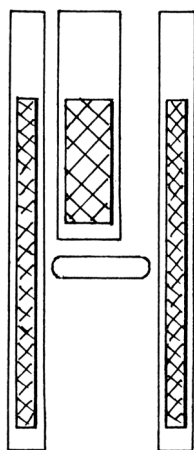

Рис. 11
При максимальной длине стежка движение транспортера должно начинаться как можно ближе к точке прокола иглы (рис. 11).
- Слегка ослабить винт 38 (рис. 11а).
Рис. 11а